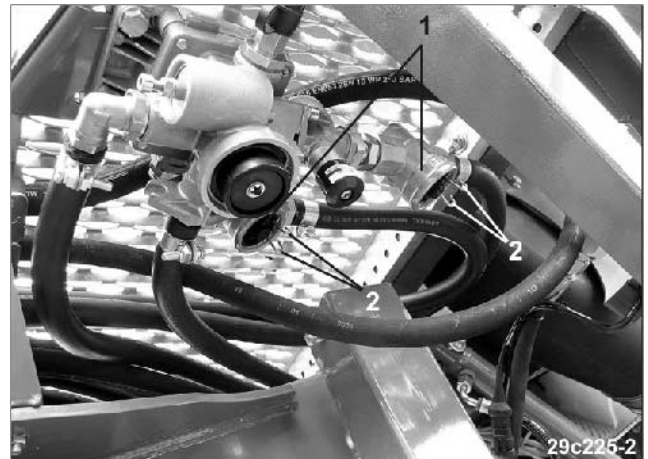

Fig. 46
De slangefiltre (Fig. 46/1) rengøres hver 3. måned (eller oftere i tilfælde af arbejde under svære forhold). Dette gøres ved at:
- trykke begge lasker (Fig. 46/2) sammen og trække lukkedelen med O-ring, trykfjeder og filterindsats ud